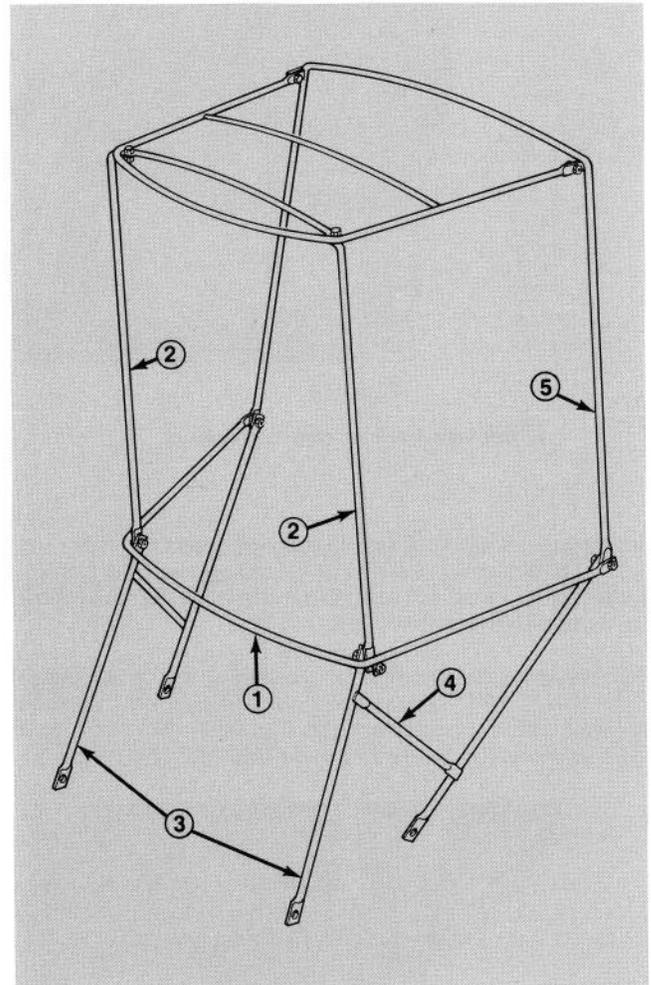

Figure 2
2. Placez le cadre horizontal en U sur les montants d'angle avants (figure 2).
fixer avec des boulons à tête ( $\frac{1}{4}$ -20 x  $\frac{3}{4}$ "') et des écrous de blocage (figure 2).
4. Posez le montant vertical en U et le cadre horizontal en U sur la partie arrière des supports d'attache et fixer avec des boulons à tête et des écrous de blocage (figure 2).